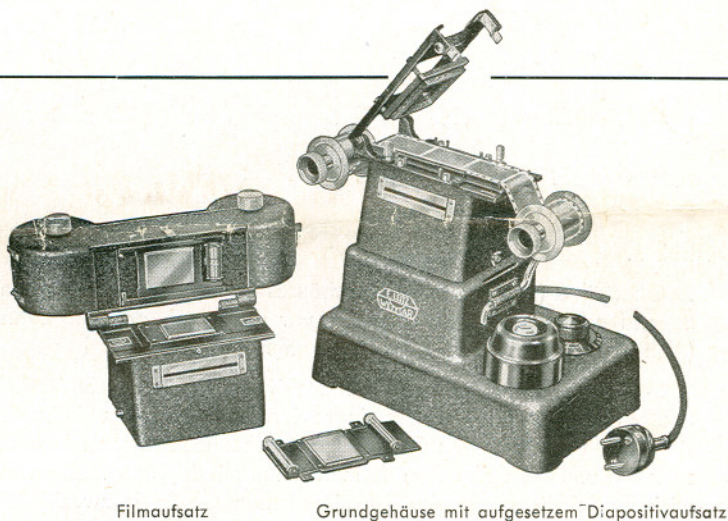
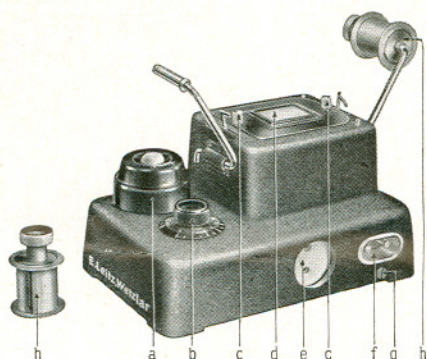
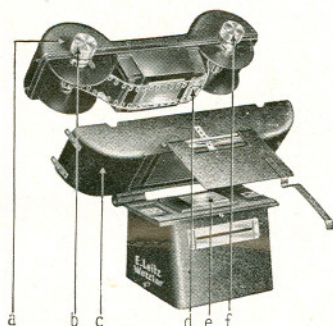

Abb. 1.
Abb. 2 Grundgehäuse
Abb. 3 Filmaufsatz
1. Filmaufsatz (Abb. 1) auf das Grundgehäuse (Abb. 2) aufsetzen und festhaken.
2. Oberteil a (Abb. 3) des Filmgehäuses abnehmen und mit den jetzt offen liegenden Filmspulen nach oben so vor sich legen, daß die Zahnradwalze d (Abb. 3) links sitzt. Weißes Dunkelkammerlicht ausschalten!
3. Den spitz zugeschnittenen Diapositivfilm mit der Schichtseite nach dem Spulenkern zu in Richtung des eingravierten Pfeiles unter die Lasche der rechts sitzenden und durch die Gravierung L gekennzeichneten Filmspule b (Abb. 3) schieben und fest umkniffen; dann den Film mit der Schichtseite nach innen aufwickeln. Bei diesen Handgriffen nimmt man die Spule zweckmäßig nicht aus ihrer Lagerung heraus.
4. Den freien Anfang des Diafilms spitz zuschneiden und dann mit der Schichtseite nach oben in Richtung des eingravierten Pfeiles unter die Lasche der zweiten, durch die Gravierung R gekennzeichneten Filmspule f (Abb. 3) schieben und durch einmalige Umdrehung der Spule in Richtung des auf dem Spulenkopf eingravierten Pfeiles etwas aufwickeln, damit sich der Anfang nicht mehr unter der Lasche herausziehen kann. Hierbei bleibt die Spule zweckmäßig ebenfalls in der Filmkammer.
5. Jetzt strafft man den Film, indem man die Filmspule f (Abb. 3) in Richtung des auf dem Rändelknopf eingravierten Pfeiles und die andere Spule entgegengesetzt dreht.
6. Filmgehäuseoberteil a (Abb. 3) wieder auf das Unterteil c (Abb. 3) setzen.
1. Nach diesen Vorbereitungen wird der Apparat (Gerätestecker f. Abb. 2) an die Lichtleitung angeschlossen, wobei automatisch die rote Lampe aufleuchtet; sie brennt solange der Apparat in Betrieb ist.
2. Den Filmaufsatz im Scharnier etwas aufklappen, wie Abb. 1 zeigt, damit sich Positiv- und Negativfilm nicht mehr berühren und beim Weitertransport des Positivfilmes nicht verkratzt werden; durch Drehen des Spulenknopfes f (Abb. 3) in Pfeilrichtung den einwandfreien Transport des Positivfilmes prüfen. In bestimmten Abständen hört man dabei ein leichtes Knacken das von einer Rastfeder auf der Zahnradwalze herrührt. Nach einmaligem Einschnappen dieser Feder wurde der Positivfilm um die Breite des normalen Kinoformates 18x24 mm, nach zweimaligem Einschnappen um die Breite des Leicaformates 24x36 mm weitertransportiert.
1. Auf der Filmführungsbahn e (Abb. 3) sind bei aufgeklapptem Filmaufsatz zwei stilisierte Häuschen sichtbar, von denen das eine im Querformat und das andere im Hochformat gezeichnet ist. Diese beiden Häuschen sollen anzeigen, wie die einzelnen Negativbilder im Hoch- oder Querformat im Bildfenster sitzen müssen, damit die Aufnahmen auf dem Diapositivfilm so aufgerichtet sind, daß bei der späteren Projektion immer die gleiche Drehbewegung beim Übergang von Hoch- auf Querformat oder umgekehrt ausgeführt werden kann.
1. Wenn das zu kopierende Negativ im Licht der roten Lampe richtig im Bildfenster liegt, schaltet man durch Druck auf den Lichtschalter a (Abb. 2) die weiße Lampe ein, um es auf seine Dichte zu prüfen. Je nachdem ob es sich um ein dichtes oder dünnes Negativ handelt, wird dann die Intensität der Lichtquelle durch Drehen des Regulierknopfes b (Abb. 2) gesteigert oder verringert. Der Regulierknopf besitzt eine Skala mit Teilstrichen von 1 – 10, doch läßt er sich gewöhnlich nur bis zum Teilstrich 8,5 oder 8 einstellen.
1. Die Belichtung erfolgt durch Druck auf den Lichtschalter a (Abb. 2). Der Apparat ist aber auch für die Benutzung einer Belichtungsuhr eingerichtet, die an der Steckdose e (Abb. 2) angeschlossen wird. Die normale Belichtungsuhr muß dabei mittels Kurzschlußstecker kurz geschlossen werden.
2. Nach der Belichtung wird das Filmgehäuse wieder aufgeklappt und der Positivfilm durch Drehen des Spulenknopfes f (Abb. 3) in Pfeilrichtung um eine bzw. zwei Rasten weitertransportiert.
1. Diapositivaufsatz auf das Grundgehäuse aufsetzen und festhaken (s. Abb. 1).
2. Den zu kopierenden Negativfilm mit der Schichtseite nach innen auf eine der beiden Filmspulen h (Abb. 2) aufwickeln und den Filmanfang – Schichtseite nach oben – bei hochgeklappter Andruckbrücke (Abb. 1) in die Filmführung einführen.
9. Durch Druck auf den Lichtschalter a (Abb. 2) belichten, falls keine Belichtungsuhr zwischengeschaltet wurde, wie unter E, 1. der vorhergehenden Anleitung beschrieben.
Die beiden Lampen im Innern des Grundgehäuses lassen sich leicht heraus-schrauben, wenn die auf seiner Oberseite sitzende Milchglasscheibe d (Abb. 2) nach Lösen der beiden gerändelten Halteschrauben c (Abb. 2) abgenommen wird.
Die rote Pohlklemme g (Abb. 2) gibt die Möglichkeit, den Apparat beim Arbeiten (entsprechend den Vorschriften des Deutschen Elektrotechn. Verbandes) zu erden, indem man einen Draht unter der Klemmschraube befestigt und das andere Ende desselben mit einer zur Erde führenden Leitung (Wasserleitung usw.) verbindet.